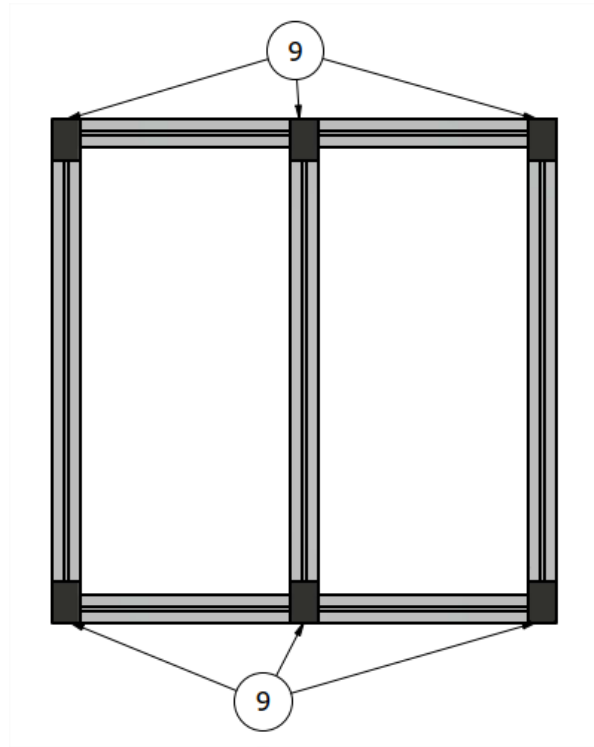

ABB. 3 Verkleben der Gummiplatten
3. Drehen Sie die Basis um und kleben Sie die Gummiplatten **9** wie in Abbildung 3 gezeigt auf.